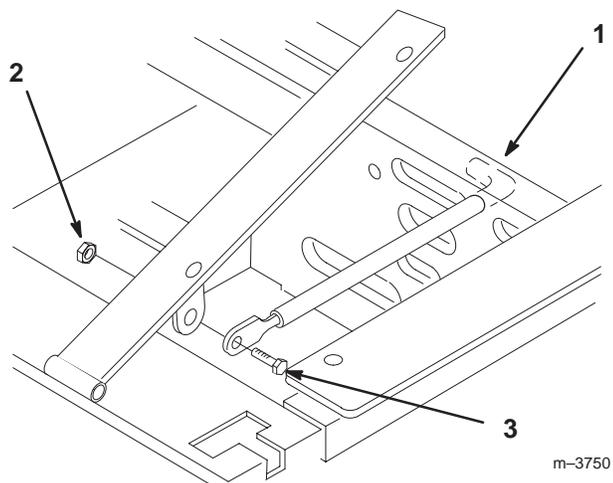

Figure 3
1. Basculez le siège en avant. Enlevez le contre-écrou (5/16") qui est vissé sur le boulon fixant la tige sur l'armature du siège (Fig. 3).
2. Retirez la tige du siège et insérez l'extrémité en L dans le trou situé juste au-dessus du côté gauche de la pompe hydraulique (Fig. 3).
3. Placez la tige de maintien du siège à l'extérieur de la patte de montage de l'armature du siège et fixez-la en place à l'aide d'un boulon (5/16 x 1") et d'un contre-écrou (5/16") (Fig. 3).